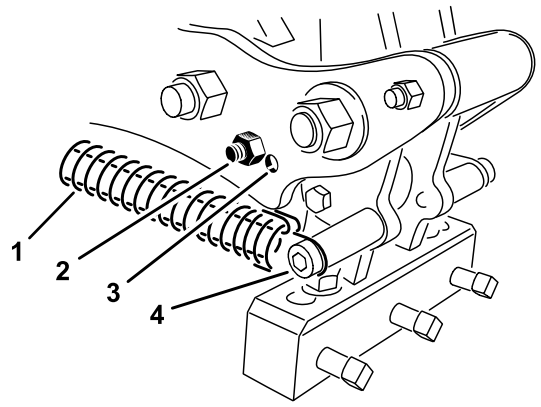

图 37
使用连杆臂中 2 个调节孔的其中一个根据打孔针长度设置打孔针角度。这些孔仅仅是一些预先设定。当使用 17.8mm25.4mm 打孔针时打孔针头缓冲器应放置在最接近打孔针头后部的地方。由于土壤状况各异您可以使用其他位置——离打孔针头最远的孔 图 37。
3. 松开到打孔针夹头的拉簧 图 37。
4. 从连杆臂上卸下缓冲器螺栓和缓冲器重新将它们插入另一个调节孔 图 37。